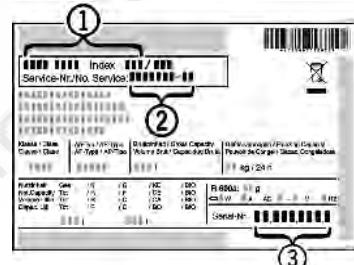

Fig. 13
▶ Обратитесь в сервисную службу и сообщите вид неисправности, наименование устройства Fig. 13 (1), сервисный № Fig. 13 (2) и серийный № Fig. 13 (3).